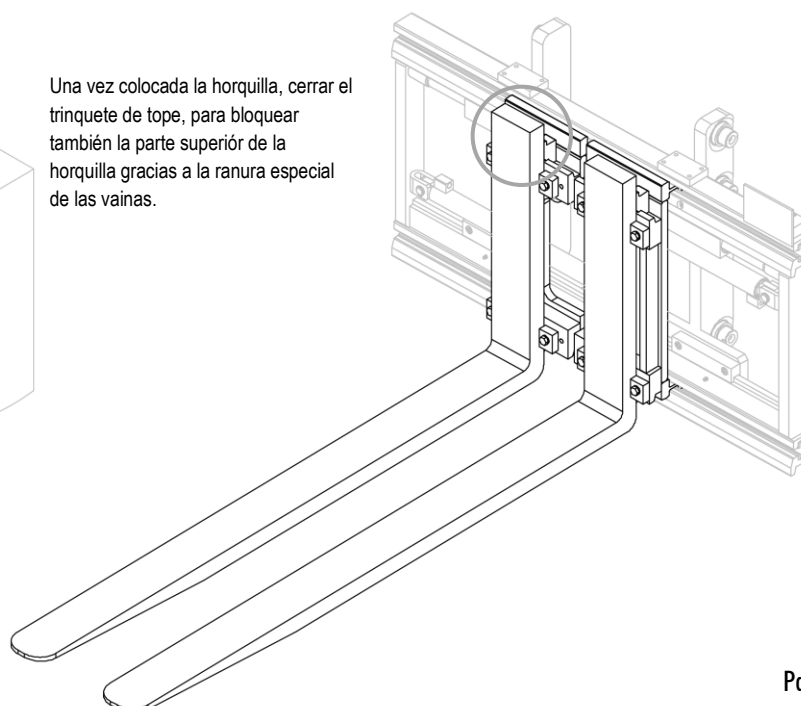

Figura 14
3. Después de haber instalado las horquillas, posicionar los trinquetes en la posición más adecuada (mira *Figura 14*).